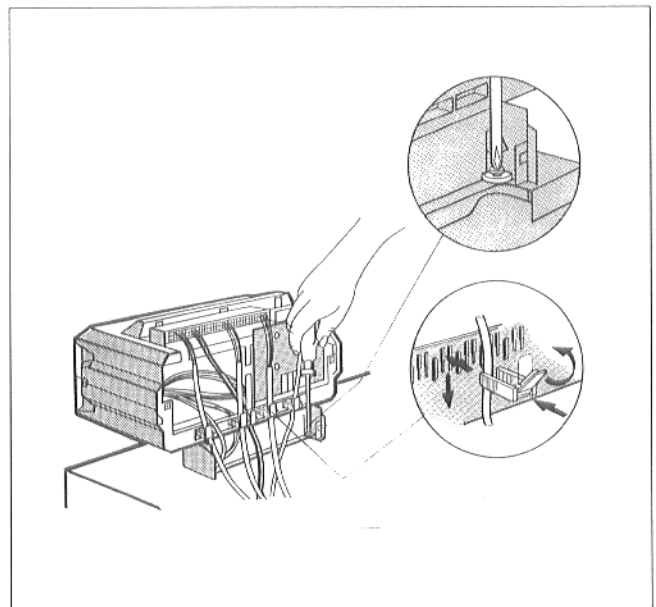

Abb. 14 – Prinzipabbildung
- Sockel des Regelgerätes innen rechts und links im Kabeldurchgang mit 2 Blechschrauben auf der vorderen Kesselhaube anschrauben (Abb. 14).
- Alle Leitungen mit Kabelschellen sichern: Kabelschelle mit eingelegter Leitung von oben in die Schlitz des Schellenrahmens (Abb. 14) einsetzen; der Steg des Hebels muß dabei nach oben zeigen. Kabelschelle herunterschieben und gegendrücken. Hebel nach oben umlegen (Abb. 14).